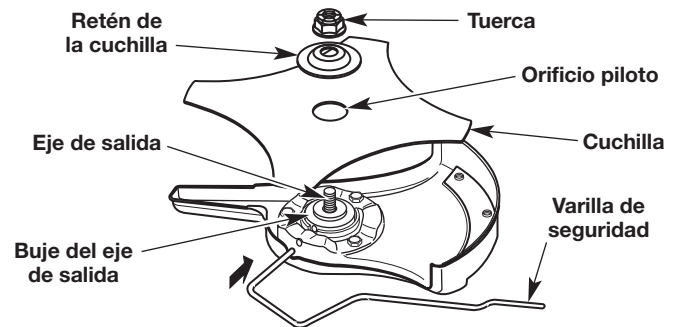

Fig. 16
4. Mientras sostiene la varilla de seguridad en su lugar, coloque la cuchilla sobre el alojamiento del eje de salida (Fig. 16).
**ADVERTENCIA:** Para evitar lesiones personales graves, asegúrese de que el orificio piloto de la cuchilla se asiente de forma plana contra el casquillo del eje de salida (Fig. 16). La unidad vibrará y la cuchilla se puede desprender si la cuchilla no está centrada.
5. Coloque la retención de la cuchilla sobre el eje de salida con la superficie plana contra la cuchilla (Fig. 16).
6. Atornille la tuerca sobre el eje de salida (Fig. 16).